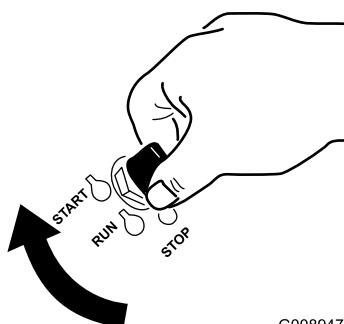

図 13
- 始動キーを Start 位置に回す（図 13）。エンジンが始動したら、キーから手を離す。
7. 始動キーを Start 位置に回す（図 13）。エンジンが始動したら、キーから手を離す。